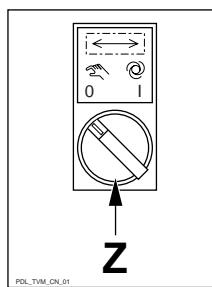

Fig. 7
- Il pulsante C serve per sbloccare il piano di lavoro (attivo con il selettore Z , fig. 7, in posizione )
- Selettore Z (Fig. 7) per la selezione della modalità di lavoro:
- Ruotare il selettore Z (Fig. 7) su
- Ruotare il selettor Z (Fig. 7) in posizione